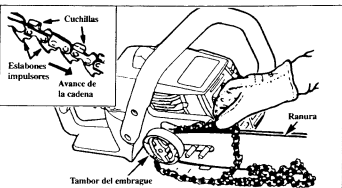

Figura 12
- Sujetar la cadena con las cuchillas orientadas como se muestra en la Figura 12 (recuadro).
- Colocar la cadena encima y detrás del tambor del embrague y en la rueda dentada. Figura 12.
- Comenzar en la parte de arriba de la barra y encajar los eslabones impulsores de la cadena en la ranura alrededor de la barra guía. Figura 12.